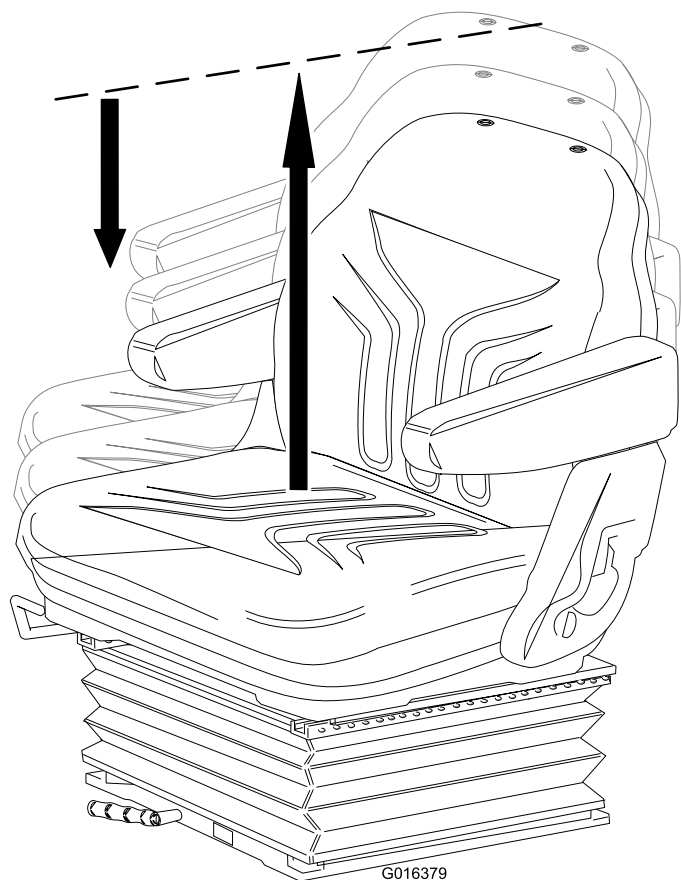

Figure 13
- **Réglage de la hauteur :** Levez manuellement le siège pour le régler progressivement en hauteur. Pour abaisser le siège, levez-le au-delà de son réglage le plus élevée, puis laissez-le retomber au réglage le plus bas (Figure 13).